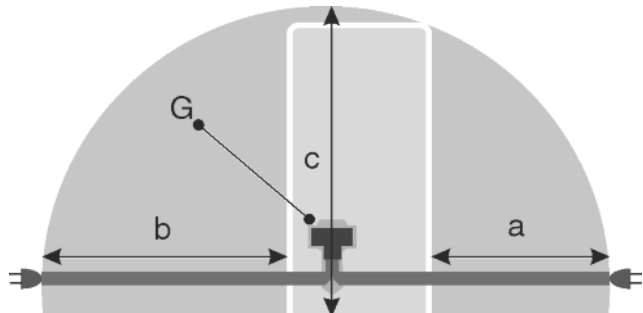

Fig. 44
- Gniazdo znajduje się poza tylną częścią urządzenia w podanym obszarze Fig. 44 (a, b, c).
- ▶ Wtyczkę urządzenia Fig. 44 (G) podłączyć z tyłu urządzenia. Zwrócić uwagę na prawidłowe zazębienie.